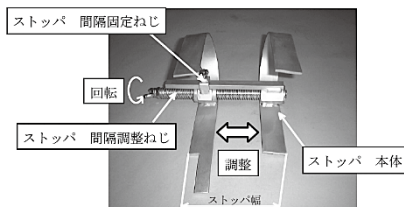
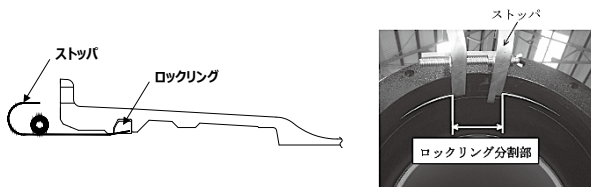

図8 ストップの概要
図9 ストップの装着
- (3) 図8に示すように、ストップはストップ間隔調整ねじによりストップ幅を調整することができる。図9に示すようにストップをロックリング分割部にストップ幅を調整して装着し、ロックリング拡大器具を取り外す。